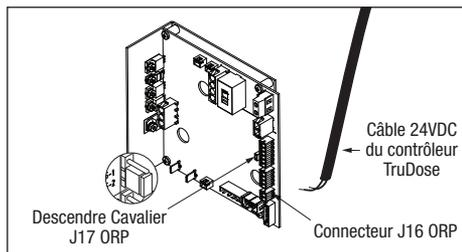

Figure 7. Cavalier J17 ORP et Connecteur J16 ORP
Un dispositif externe tel qu'un contrôleur ORP (Potentiel d'oxydoréduction) peut être utilisé pour contrôler la sortie du générateur de chlore. La carte d'interface d'alimentation (PIB) du générateur de chlore peut être configurée sur site pour fonctionner selon deux (2) modes différents. Le mode de fonctionnement est déterminé par la position d'un cavalier mobile J17. Voir la Figure 7 pour l'emplacement.
Un dispositif externe tel qu'un contrôleur ORP (Potentiel d'oxydoréduction) fournissant 24 VAC peut être utilisé pour contrôler la sortie du générateur de chlore. La carte d'interface d'alimentation (PIB) du générateur de chlore peut être configurée sur site pour fonctionner selon deux (2) modes différents. Le mode de fonctionnement est déterminé par la position d'un cavalier mobile J17. Voir la Figure 7 pour l'emplacement.